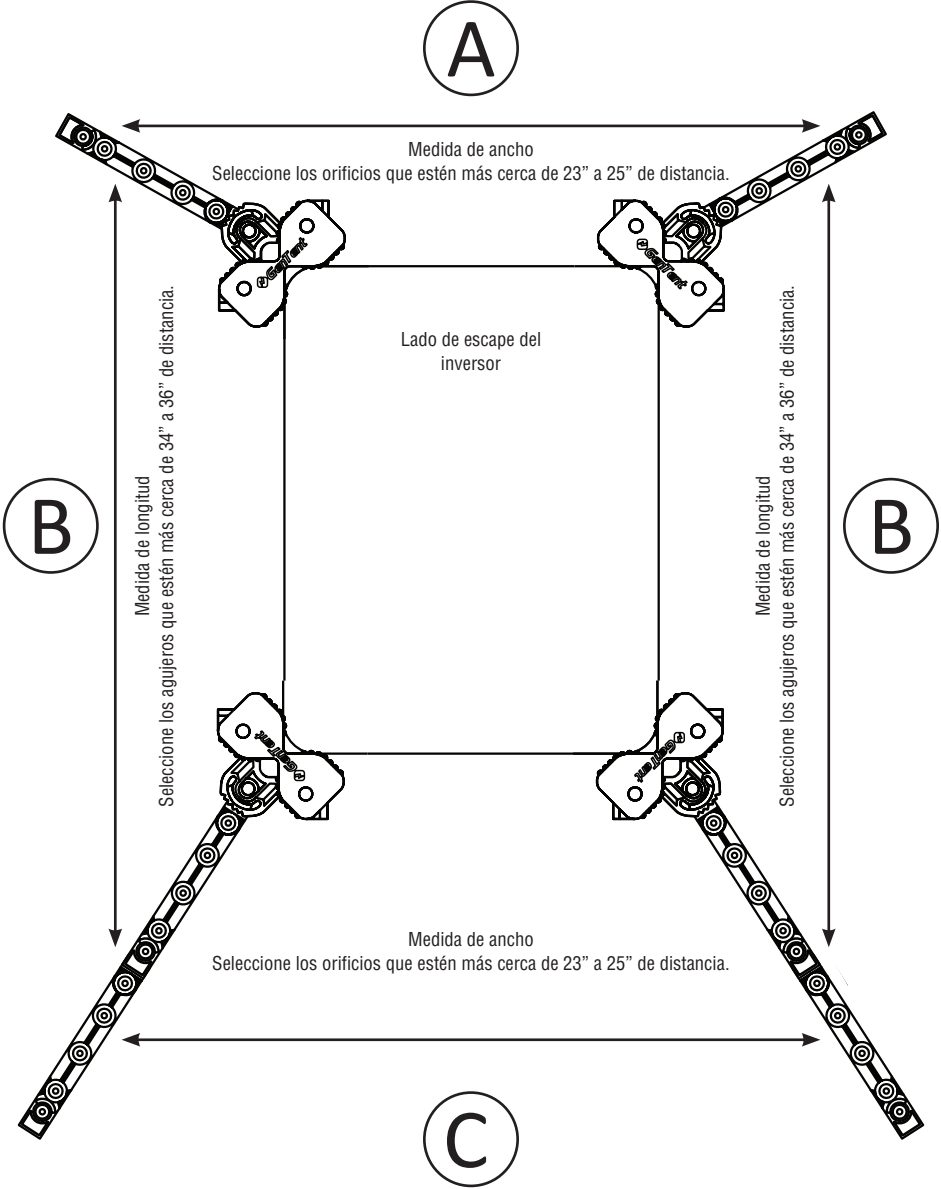

Fig. 2.4
- e. Déplacez-vous vers l'extrémité opposée de votre échappement et ajoutez des bras d'extension uniformément jusqu'à ce que vous puissiez mesurer une longueur comprise entre 34" et 36". (Fig. 2.4 "B")
- f. Mida el ancho entre los orificios de las varillas en el segundo juego de abrazaderas angulares para asegurarse de que la distancia esté entre 23" y 25" (Fig. 2.4 "C")